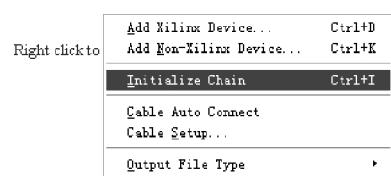

图 3.69 初始化 JTAG 链选项
(6) 如图 3.69 所示，在该空白界面下，单击右键，出现浮动菜单，选择 Initialize Chain(初始化 JTAG 链)选项。